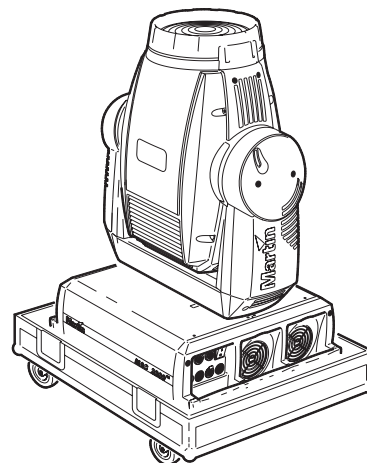

Bild 2: Einzelflightcase
- 2 Verriegeln Sie die Transportsicherungen, wie in Bild 2 dargestellt.